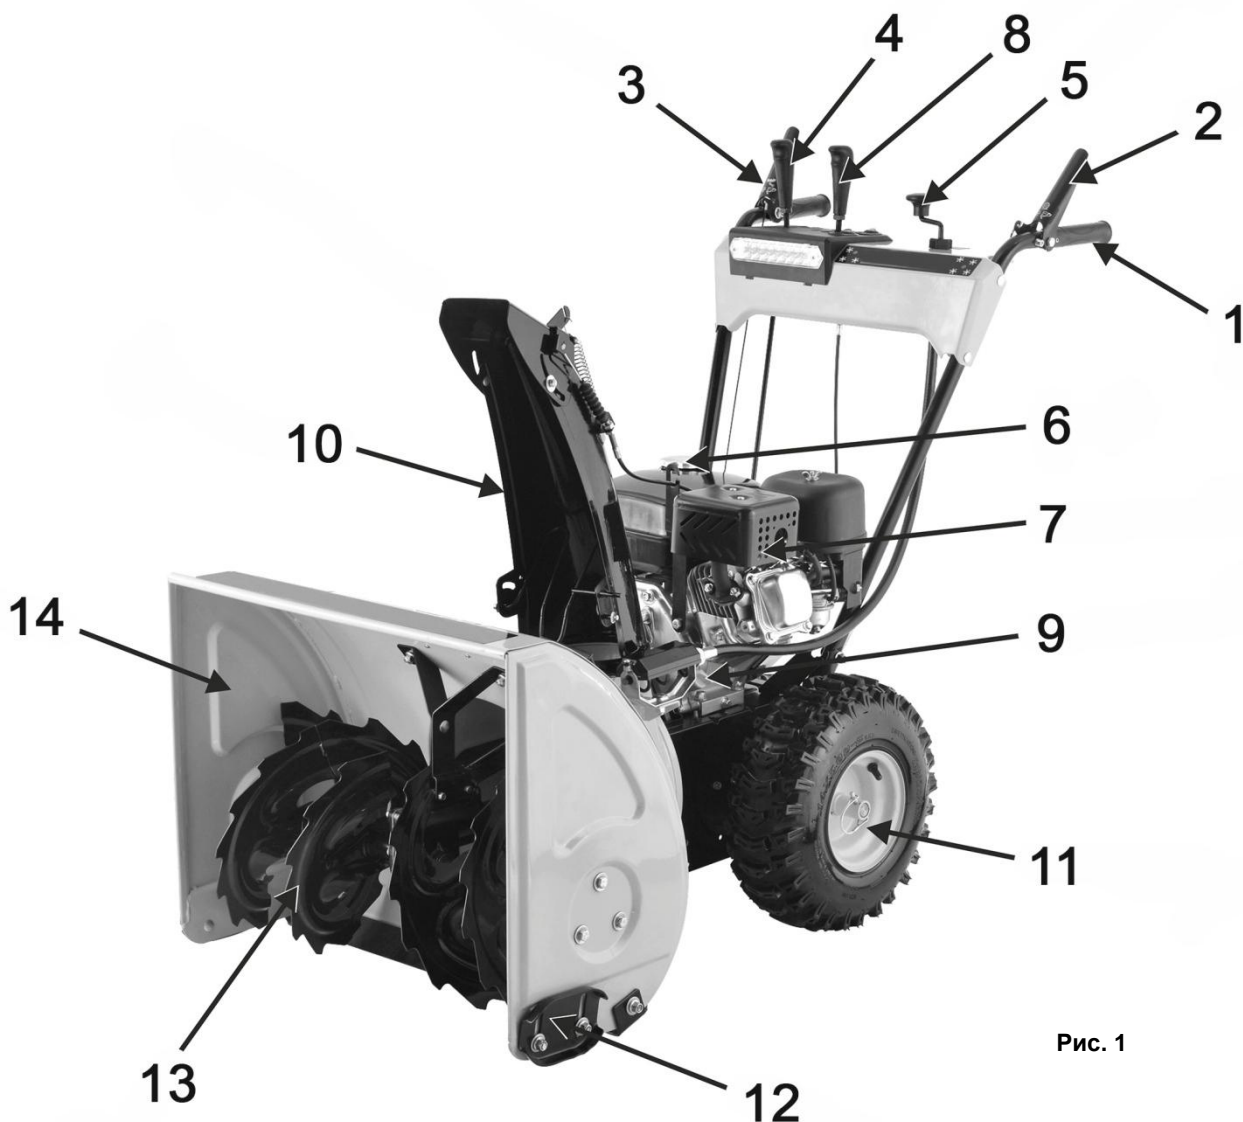
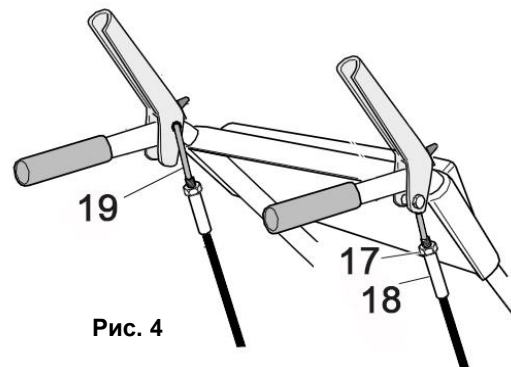

Рис. 1
Рис. 4
- Снегоуборщик вращением лопастей шнека (13)(См. Рис.1) убирает снежный покров с ровных площадей, и через снегоотвод (10) выбрасывает его в выбранную сторону.
- Шнек (13)(См. Рис.1) представляет собой винтовой механизм в виде стержня с наклонными лопастями, приводимый в действие двигателем. Шнек захватывает, и транспортирует снежную массу внутрь снегоуборщика на вращающуюся крыльчатку (импеллер), далее снежная масса выбрасывается в необходимую сторону (влево или вправо), через поворачиваемый желоб (снегоотвод).
- Выбор направления отвода снега устанавливается вручную поворотом рукоятки (5)(См. Рис.1)
- Снегозаборник (14)(См. Рис.1) служит для захвата снега и направления его потока в рабочую зону снегоуборщика (на шнек).
Рычаг привода колес (2)(См. Рис.1)
- При нажатии рычага привода колес (2), включается система привода, и снегоуборщик начинает движение.
- При отпускании рычага привода колес (2), привод отключается, и снегоуборщик прекращает движение.
Рычаг привода шнека (3)(См. Рис.1)
- При нажатии рычага привода шнека (3), включается система привода, и лопасти шнека (13)(См. Рис.1) начинают вращение.
Рычаг переключения скоростей (4)(См. Рис.1)
- Для изменения скорости и направления движения: остановите снегоуборщик и вращение шнека, переведите рычаг (4)(См. Рис.1) в соответствующее выбранному режиму движения положение.
- Установите желоб снегоотвода (10)(См. Рис.1) на выпускной канал импеллера.
- Установите в отверстие на рычаге управления (2; 3)(См. Рис.1) верхний Z-образный конец троса (19)(См. Рис.4).
- Закрутите на резьбу Z-образного хвостовика втулку троса (18). Закрутите гайку (17) к втулке (18)(См. Рис.4).
- Установите / замените ограничительные башмаки (12)(См. Рис.1; 7) с каждой стороны снегозаборника.
- Рычаги приводов колес и шнека (2) и (3) должны прижиматься к рукояткам руля управления (1)(См. Рис.1) без чрезмерных усилий.
- Проверьте работу рычагов привода колес (2) и шнека (3)(См. Рис.1).
- Рычаги (2) и (3) должны полностью прижиматься к рукоятке управления. Если этого не происходит, значит, тросики перетянуты, и их необходимо ослабить.